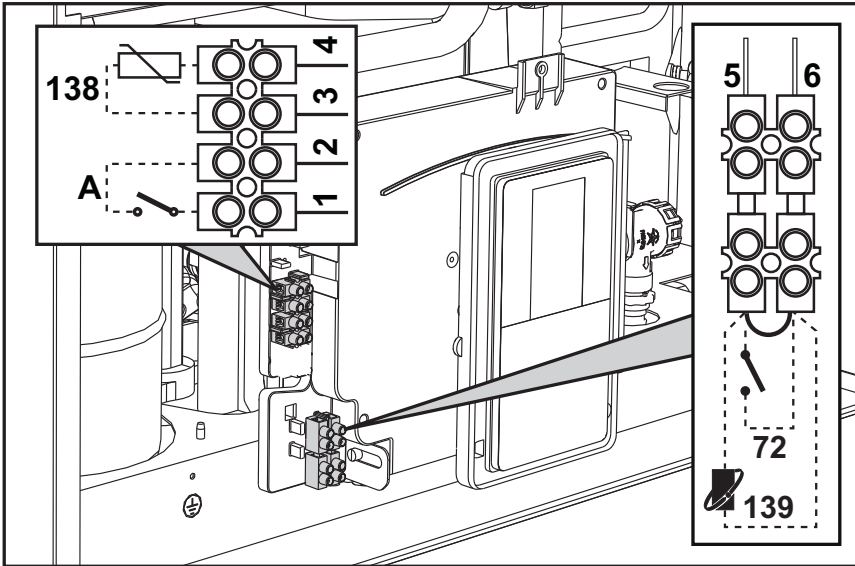

fig. 28
După ce ați scos panoul frontal (***) 'Deschiderea panoului frontal' on page 149 **) veți putea avea acces la panourile de borne (M) și la siguranța fuzibilă (F) urmând indicațiile descrise în continuare. **Bornele indicate în fig. 28 trebuie să aibă contactele curate (nu 230 V).** Dispunerea bornelor pentru diferitele conexiuni este indicată și în diagrama electrică din fig. 51.
Configurarea întrerupătorului ON/OFF (A fig. 28)